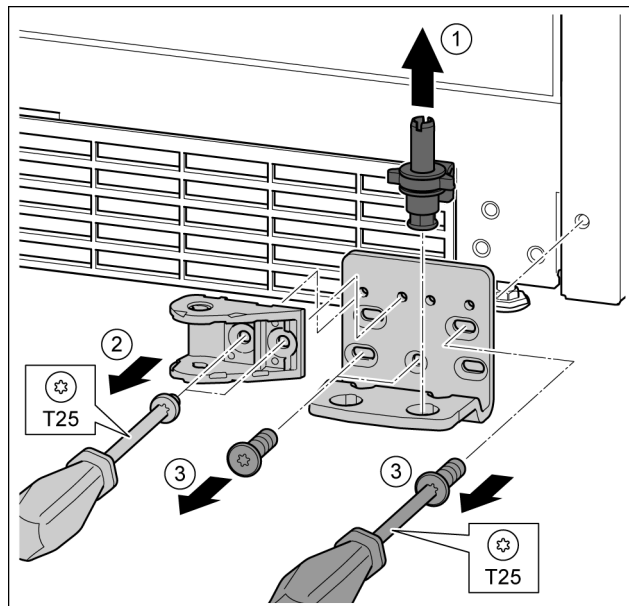

Fig. 29
- ▶ Extraiga el perno de cojinete completo hacia arriba. *Fig. 29 (1)*
- ▶ Desenrosque los tornillos con el destornillador T25 y retire la conexión de amortiguador de cierre. *Fig. 29 (2)* *
- ▶ Desenrosque los tornillos con el destornillador T25 y retire el soporte de cojinete *Fig. 29 (3)*